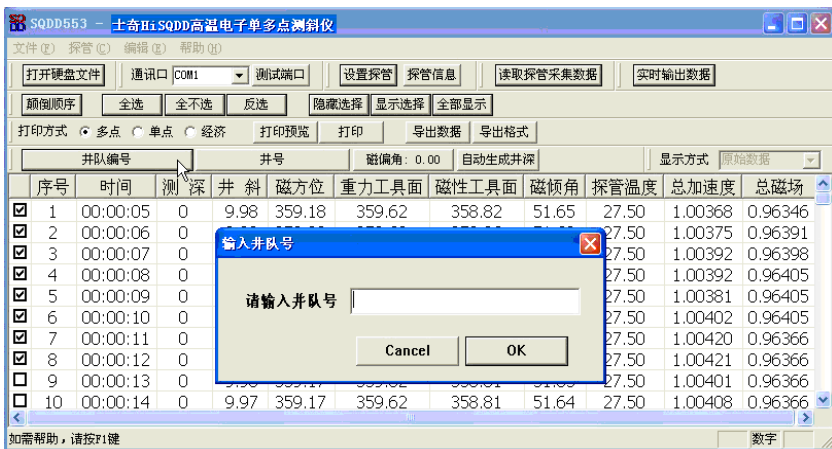

图 16
6. 单击井队编号按钮，即刻显示请输入井队号提示。直接输入井队号，点击 **OK** 按钮即可确认。屏幕显示如图 16 所示。